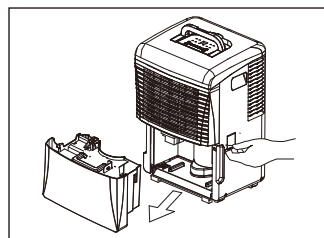

Fig.10
- Soulevez le rabat latéral du côté droit de l'appareil vu du devant (fig. 10).